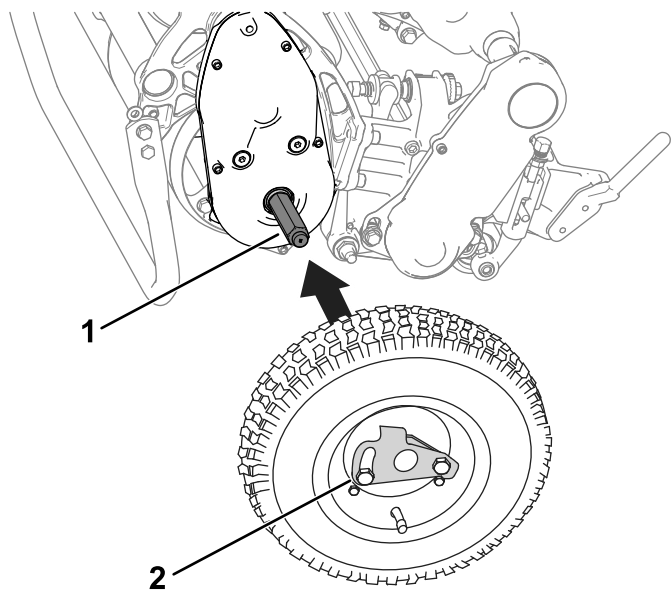

图 26
2. 将行走轮滑动到轴上 图 26。
3. 转动行走轮锁定夹 图 26 使其离开轮的中心将行走轮滑动到轴上。